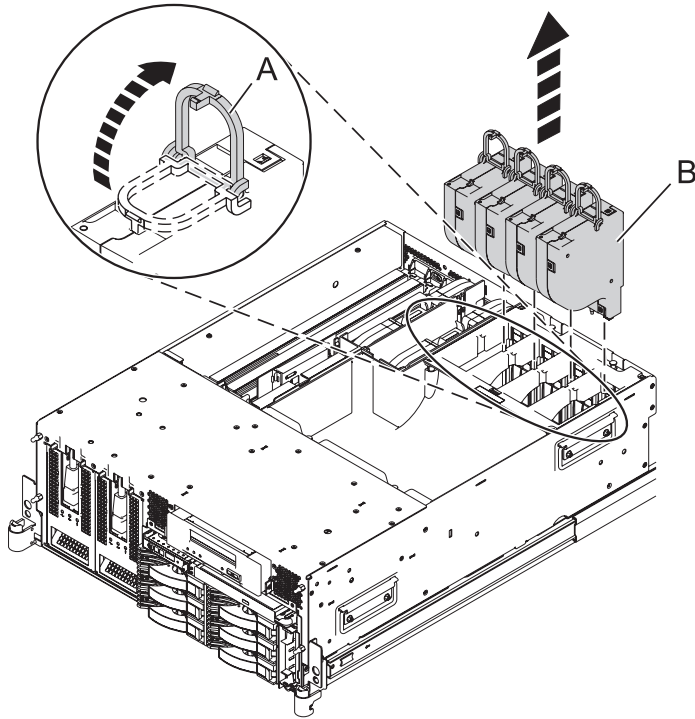

Figure 10. Retrait des ventilateurs du capot de ventilation d'un modèle 03E/4A
- 1) Pour retirer les ventilateurs, soulevez le loquet de verrouillage (A) vers le haut et retirez chaque ventilateur (B) du capot de ventilation, comme indiqué dans la figure 10, à la page 17.